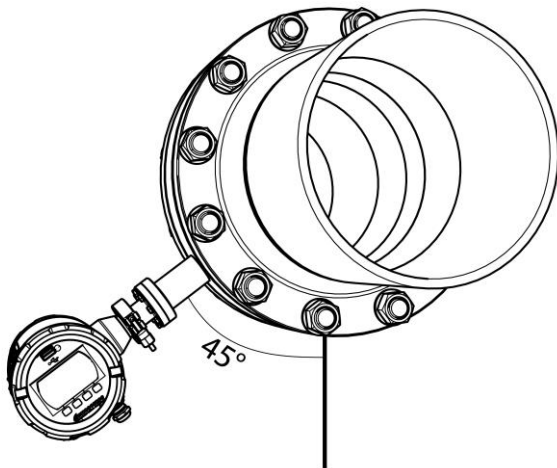

Рисунок 2-2: Пример монтажа на горизонтальной трубе
- Для наиболее надежных измерений рекомендуется выполнить монтаж сбоку под углом 45°, если смотреть / измерять от нижней части трубы (Рисунок 2-2);